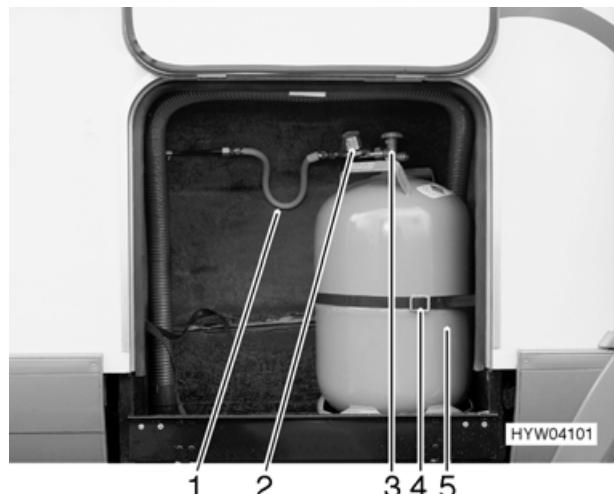

Bild 49 Gaskasten
- Haupt-Absperrventil (Bild 49,3) an der Gasflasche (Bild 49,5) schließen. Pfeilrichtung beachten.
- Gasdruckregler (Bild 49,2) mit Gas- schlauch (Bild 49,1) von der Gasflasche von Hand abschrauben (Linksge winde).
- Befestigungsgurt (Bild 49,4) lösen und Gasflasche herausnehmen.